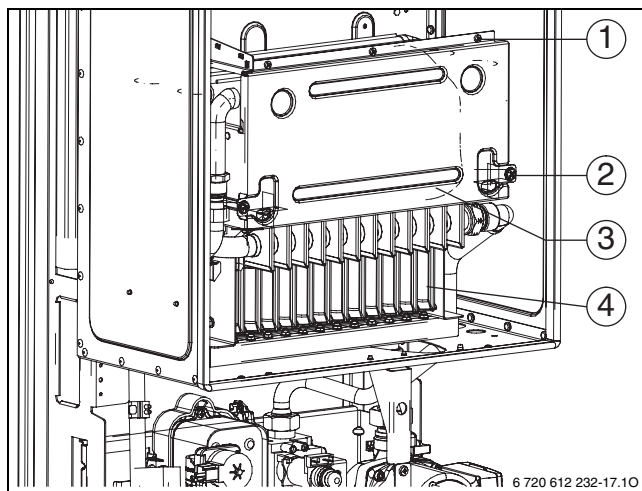

Bild 82 Brenner öffnen
- Vorderwand der Brennkammer und Brenner abnehmen (→ Bild 82).